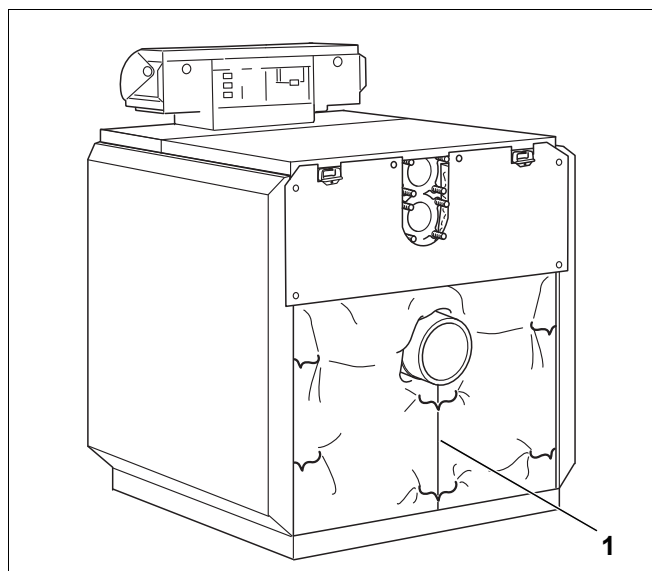

Рис. 55 Укладка теплоизоляции задней секции
- ▶ Отогните вниз теплоизоляцию задней стенки и скрепите её пружинной стяжкой под патрубком дымовых газов (рис. 55, [1]).